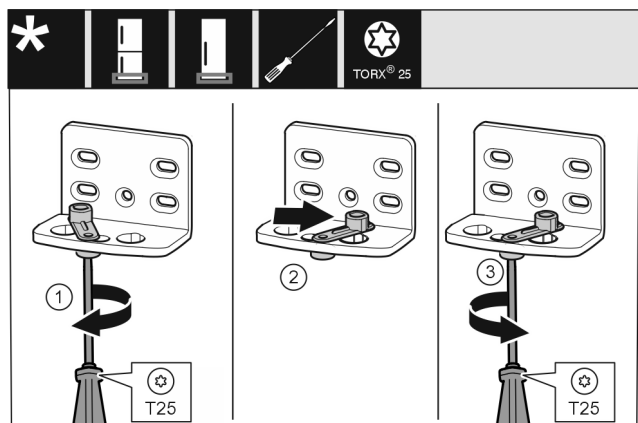

Fig. 13
- ▶ Skru skruen Fig. 13 (1) løs med en skruetrækker.
- ▶ Løft dørlukningshjælpe midlet Fig. 13 (2), og drej den 90° til højre ind i hullet.
- ▶ Skru skruen Fig. 13 (3) fast med en skruetrækker.